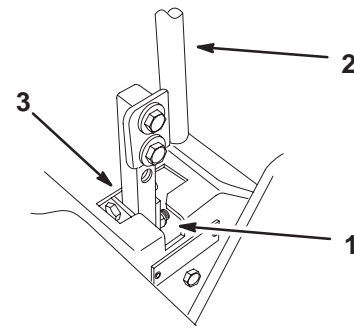

Figure 55
7. Vérifiez la position du levier par rapport au cran de la console (Fig. 55). Il doit être centré de façon à pouvoir pivoter vers l'extérieur jusqu'à la position de verrouillage du point mort.
9. Appliquez une légère pression à l'arrière du levier, tournez la tête du boulon de réglage dans le sens voulu pour centrer le levier à la position de verrouillage du point mort (Fig. 55).